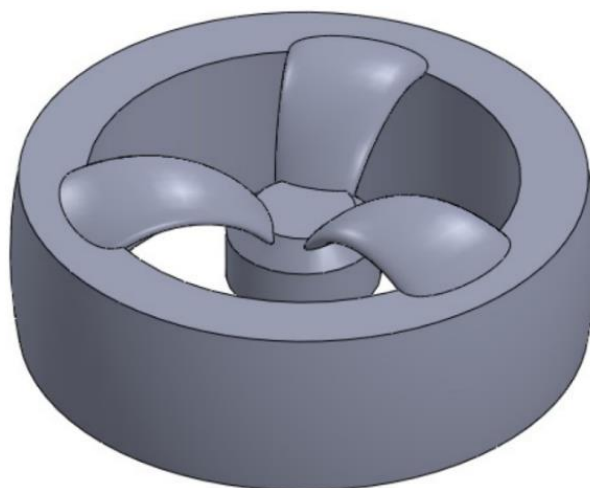

Рисунок 6.42 – Фінальна модель для Практичного завдання 5
- в) Створіть круговий шаблон елемента «по перетинам» (рис. 6.42).